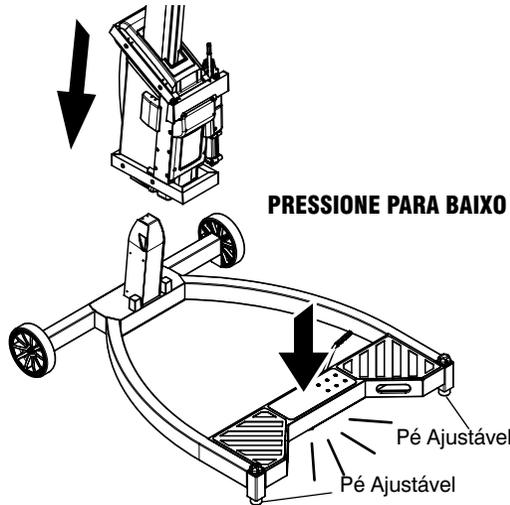

Figura 3-5. Montagem do porta-garfos/mastro na base
2. Pressione para baixo a placa do degrau do chassi da base até que rodízio articulado se retraia e a base fique apoiada nos pés ajustáveis (Figura 3-5.). A máquina agora está apoiada nas duas rodas traseiras e nos dois pés ajustáveis na parte da frente.
- Deslize o conjunto do porta-garfos/mastro sobre cepo do mastro. Verifique se ele está alinhado corretamente e totalmente engatado. Nunca force-o na posição (consulte a Figura 3-5.).